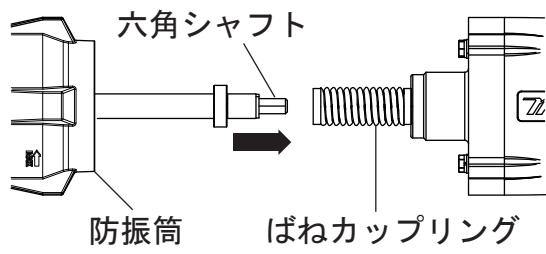

図6
4. 振動筒ケースから六角シャフトを引き出し、六角シャフトをばねカップリングにさし込み、防振筒を押し込む。(図6)